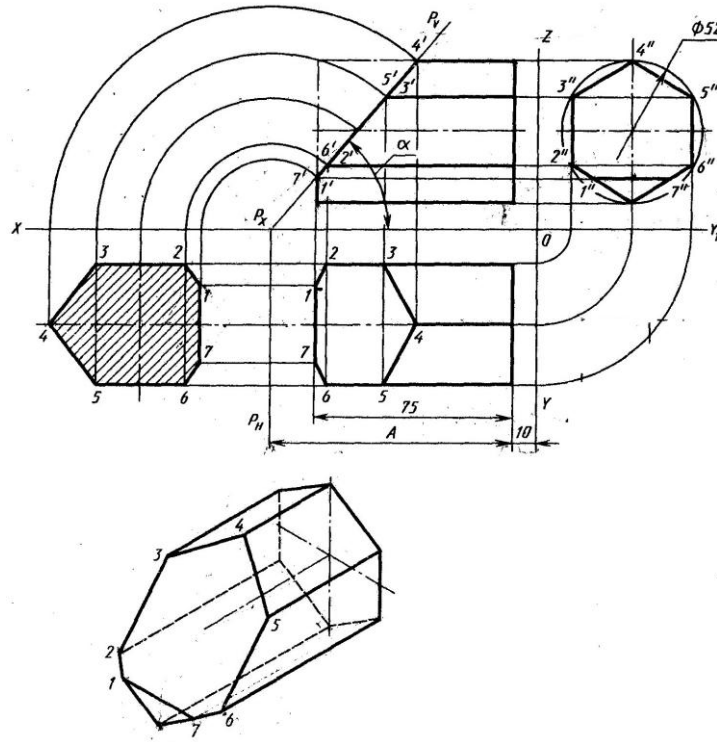

Рисунок 2
1. Построить комплексный чертёж усеченной призмы, размеры таблица 1, рисунок 2 .